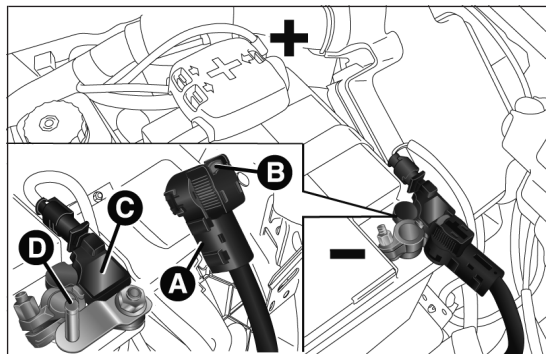

fig. 206
- débrancher le connecteur A fig. 206 (en appuyant sur le bouton B) du capteur C de contrôle de l'état de la batterie (installé sur le pôle négatif D de cette dernière) ;
- rebrancher le connecteur A fig. 206 au capteur C de la batterie.